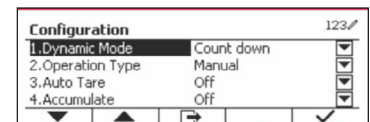

Figure 77
- Appuyez sur le bouton correspondant à l'icône  pour accéder au menu de configuration. (Voir Figure 77)